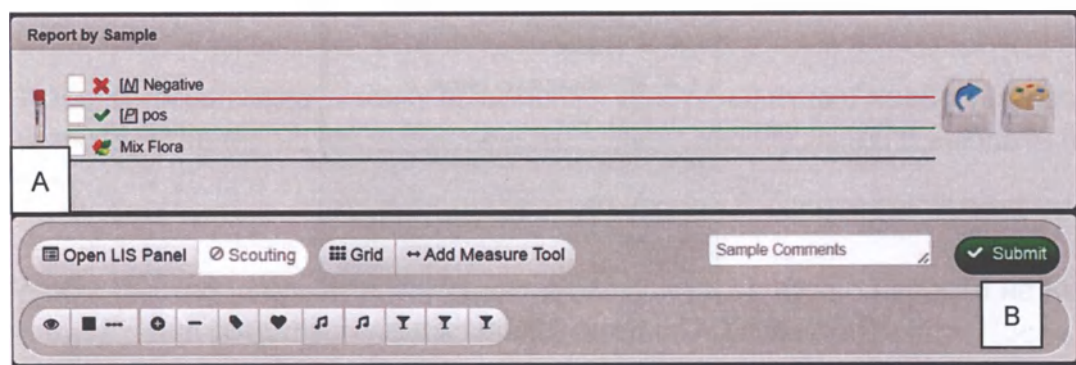

Рисунок 2.42 Выбор результата
После просмотра и анализа всех связанных с образцом чашек можно сделать так, чтобы им всем был присвоен один и тот же результат. Для этого нужно выбрать соответствующую иконку (A) и нажать кнопку **[Submit]** (Подтвердить) (B), см. Рисунок 2.42.